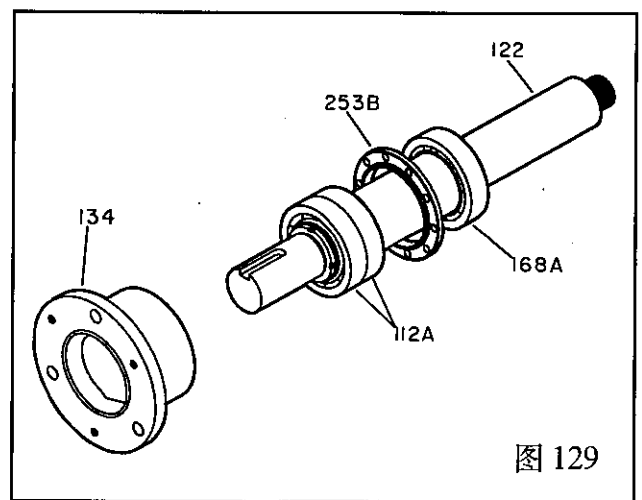

图 129
9. 把轴/轴承组件放低装进轴承座(134)中。(图 129)